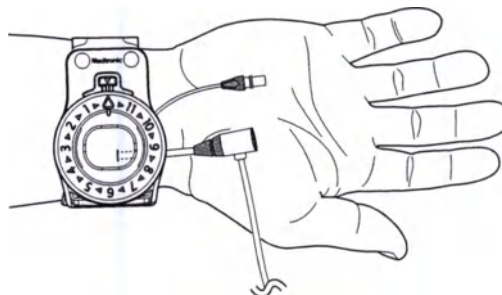

Figura 2. Posizionamento della fascetta di chiusura
3. Posizionare la fascetta di chiusura sopra il polso in modo che il sito di accesso sia visibile attraverso la finestra trasparente e che il centro del disco sia allineato con l'arteriotomia (figura 2).